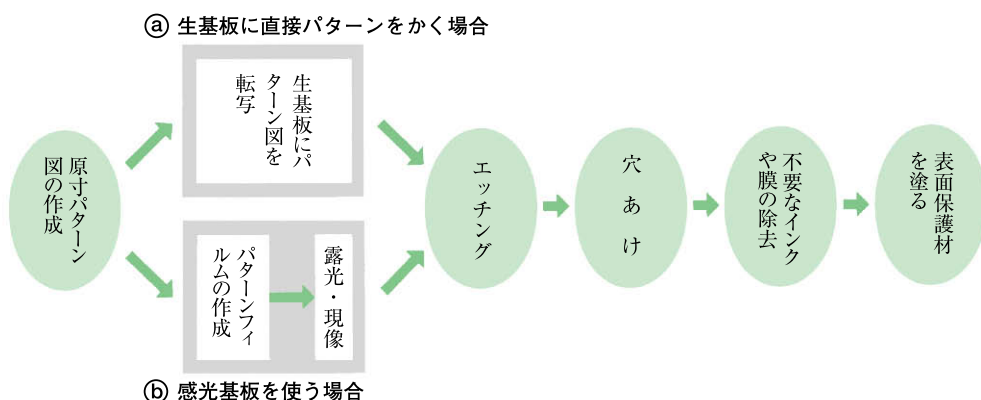

図3 プリント基板の製作の手順
①の方法は、比較的簡単なパターンで、製作枚数が少ない場合、②の方法は、手間と時間と費用がかかるが、複雑なパターンで、枚数を多くつくる場合に有効である。
①と②の方法の手順を、おおまかに示すと次の図3のようになる。